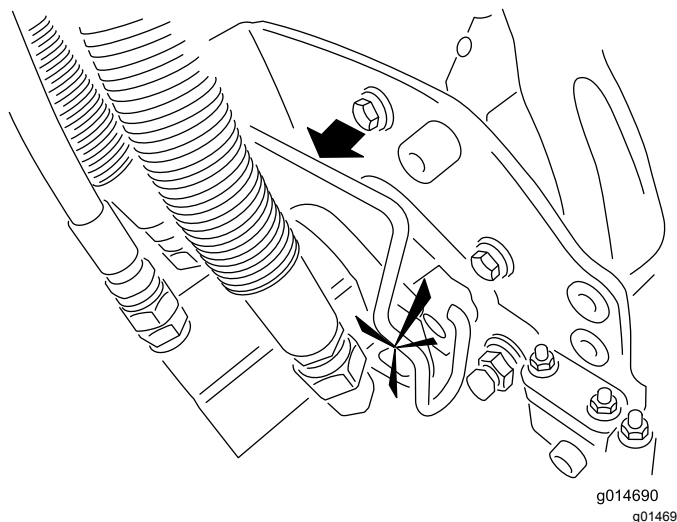

Figura 46
- Cubra el eje acanalado del motor de la unidad de corte con grasa limpia (Figura 46).
- Introduzca el motor en el lado izquierdo de la unidad de corte (visto desde el puesto del operador) y tire de la barra de retención del motor en la unidad de corte hacia el motor hasta que oiga un “clic” en ambos lados del motor (Figura 46).